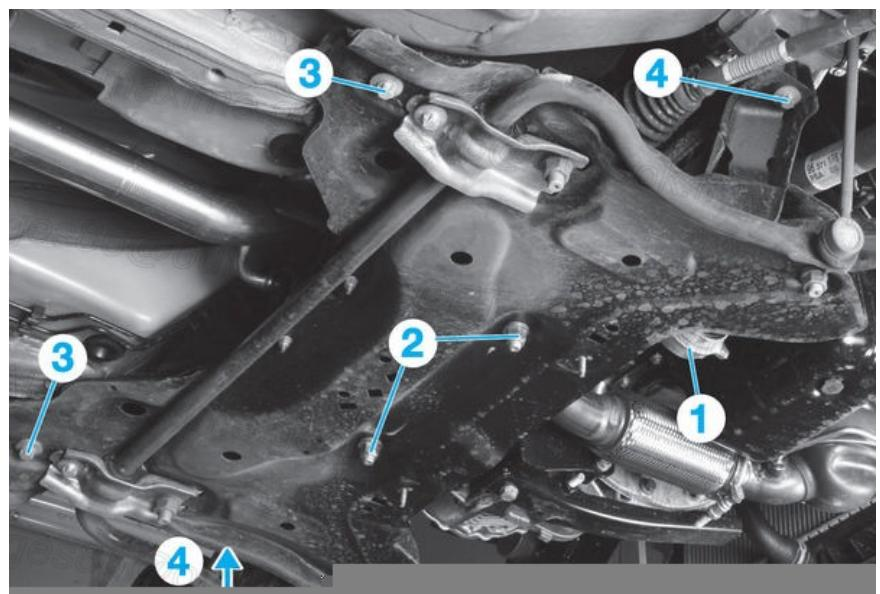

Fig.13
- Déposer les caches et les écrous (3).
- Déposer le joint de tablier (4).
- la biellette antibasculement (1) (Fig.13)
- Déposer les vis (3) et (4) de fixation du berceau et le descendre progressivement de 30 mm environ (Fig.13) (/media/RTA/RTA_714/RTA714A-006-013X.jpg).